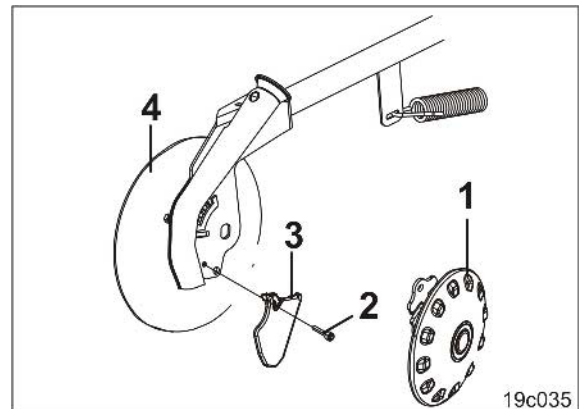

図 219
1. 深さ制御ディスク (図 219/1) を外します (「8.7.4」章、125 ページの参照)。
2. シリンダねじ (図 219/2) を外します (ねじ締め付けトルク 30-35 Nm)。
3. 摩擦先端部 (図 219/3) を交換し、逆の手順で取り付けます。
摩擦先端部 (図 219/3) はシードディスク (図 219/4) の縁から突き出てはいけません。必要に応じてシードディスクを交換してください。